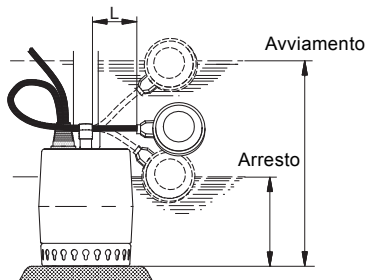

Fig. 6 Livelli di avviamento/arresto, Unilift KP-A
Affinché l'interruttore galleggiante possa avviare e arrestare la pompa, la lunghezza (L) di cavo libero deve essere min. 70 mm e max. 150 mm. Vedere la fig. 6.